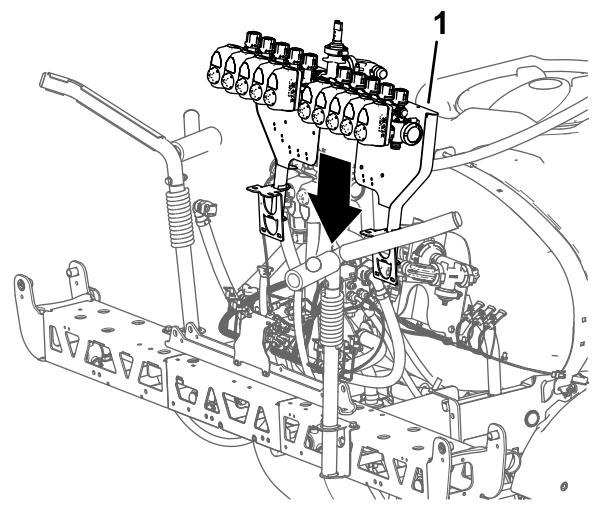

图109
1. 使用具备指定提升能力的提升设备提起阀门安装架和喷洒阀总成将其与中间喷洒段上方对齐图109。